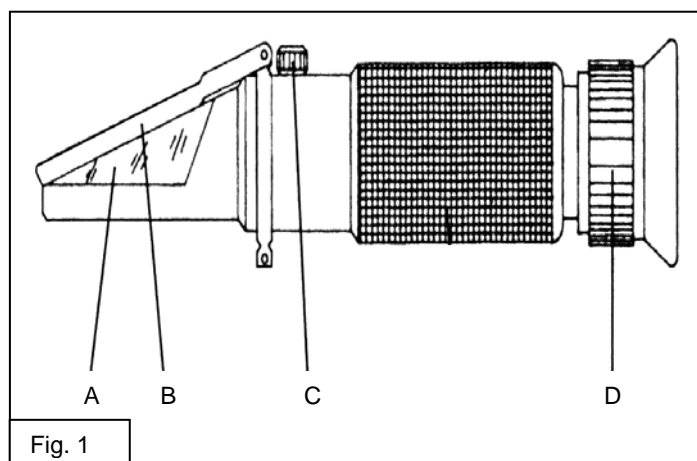
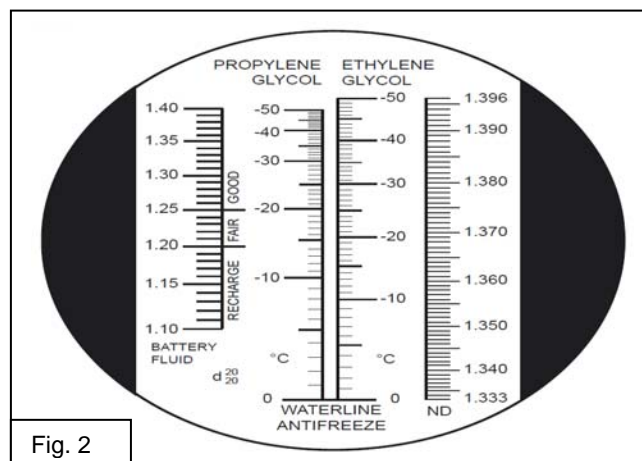

Fig. 1
Fig. 2
Le réfractomètre (Fig. 1) permet un contrôle rapide et précis des points de congélation des liquides anti-gels / caloporteurs basés sur l'éthylène glycol et propylène glycol en lisant les échelles respectives (Fig. 2). L'indice de réfraction (ND) du fluide est simultanément affichée. L'acide de batterie peut également être contrôlé à l'aide de ce appareil de mesure.
1. Ouvrir la plaque d'éclairage (B), appliquer 1-2 gouttes d'eau distillée sur la surface du prisme (A) à l'aide de la pipette contenue dans ce kit de test et presser la plaque sur la surface du prisme.
2. Orienter l'extrémité pointue du réfractomètre vers la lumière et regarder par l'oculaire (D). Régler l'échelle à votre vision en tournant l'oculaire jusqu'à ce que l'échelle est clair et facile à lire. Tourner la vis de réglage (C) avec le tournevis fourni de telle sorte que la ligne de démarcation claire / foncée égalise avec la ligne zéro (Fig. 2, WATERLINE). Après la procédure d'étalonnage, sécher les surfaces soigneusement.